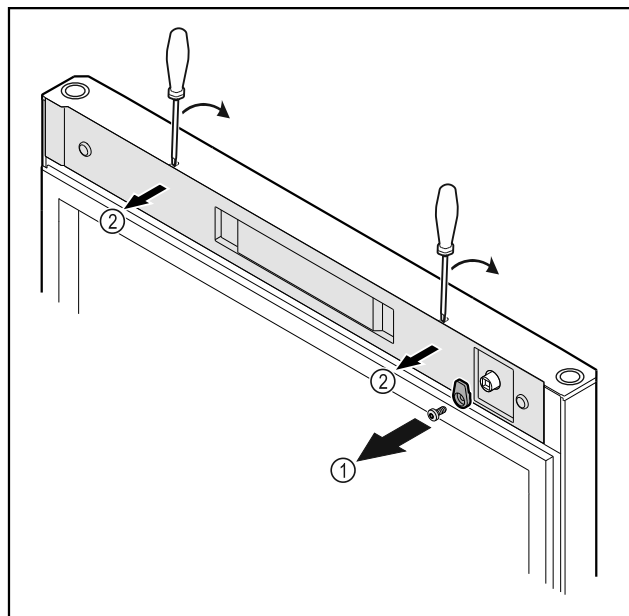

Fig. 19
- ▶ Odkręcić haczyk zamykający Fig. 19 (1).
- ▶ Osłonkę Fig. 19 (1) podważyć małym śrubokrętem i zdjąć.